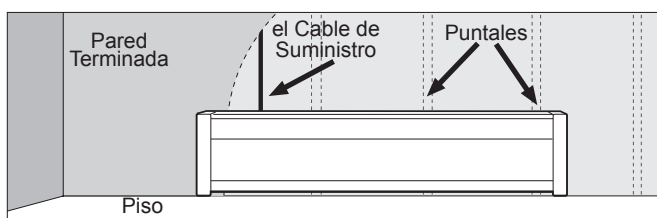

Figura 4
1. Ubique los puntales de la pared que estén más cerca de los cables de suministro y luego coloque el calentador (consulte la Figura 4). NOTA: La conexión de alambre es solo desde el extremo izquierdo sólo en los modelos estándar.
7. Coloque el calentador y fije uno de sus extremos al puntal de la pared con un tornillo (no incluidos) en una zona de perforación segura, tal como se aprecia en la figura 4. Antes de fijarlo al puntal en el otro extremo, coloque el nivel en la parte superior del calentador para cerciorarse de que este último se encuentre nivelado. (Figura 7).